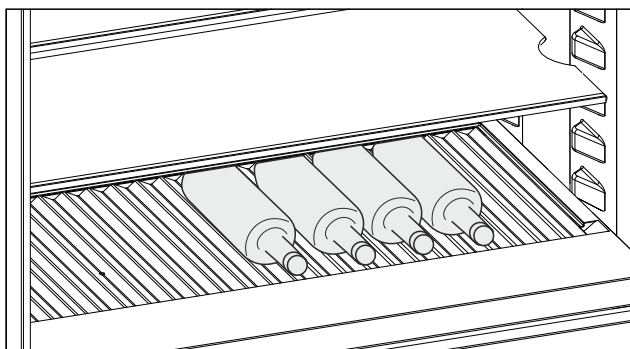

Fig. 192 Beispielhafte Darstellung
- Flaschen mit dem Boden nach hinten zur Rückwand einlegen. (siehe Fig. 192)